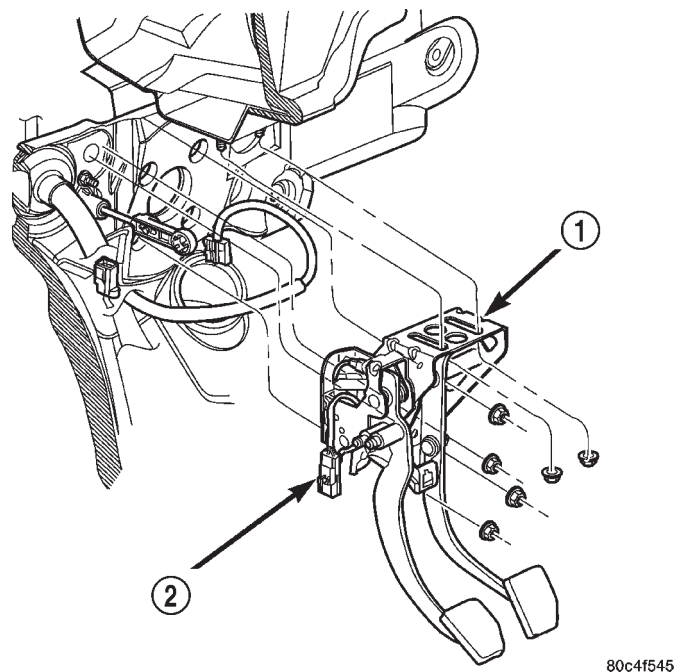

Fig. 6 Desmontaje e instalación del conjunto de pedal de freno y embrague
- (6) Retire las dos tuercas entre el soporte del conjunto de pedal y el tablero de instrumentos (Fig. 6).
- (7) Retire las cuatro tuercas entre el reforzador de freno, el soporte de pedal y el panel del cubretablero (Fig. 6).
- (8) Desde abajo del capó, tire del cilindro maestro y reforzador de freno hacia delante, lo suficiente para conseguir el espacio en el espárrago entre el pedal y el soporte.
- (9) Retire el conjunto del soporte de freno (Fig. 6).
- (10) Retire el eje de pivote del pedal; retire los pedales de freno y embrague.